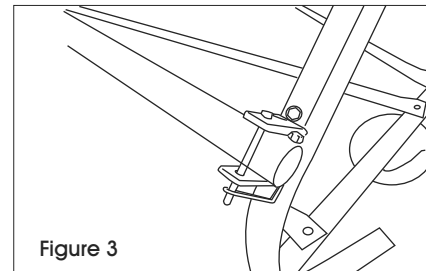

Figure 3
3. Place Support Poles (D) in U-shape holders on front side of Caster/Frame (C). Keep Support Poles in place by inserting Support Pole D-clips (B) in the holes on the U-shape holder. To insert Support Pole D-clips (B), first open the D-clip by pulling down on the spring, put through the two holes, and then release the spring. Repeat process for both Support Poles (D). (See Figure 3)
- Placez les barres de soutien (D) dans les supports en forme de U à l'avant du cadre avec roulettes (C). Maintenez les barres de soutien en place en insérant les goupilles de fixation pour barre de soutien (B) dans les trous des supports en U. Pour insérer les goupilles de fixation pour barre de soutien (B), ouvrez d'abord la goupille en abaissant le ressort, insérez-la dans les deux trous, puis relâchez le ressort. Répétez l'opération pour les deux barres de soutien (D). (Voir Figure 3)